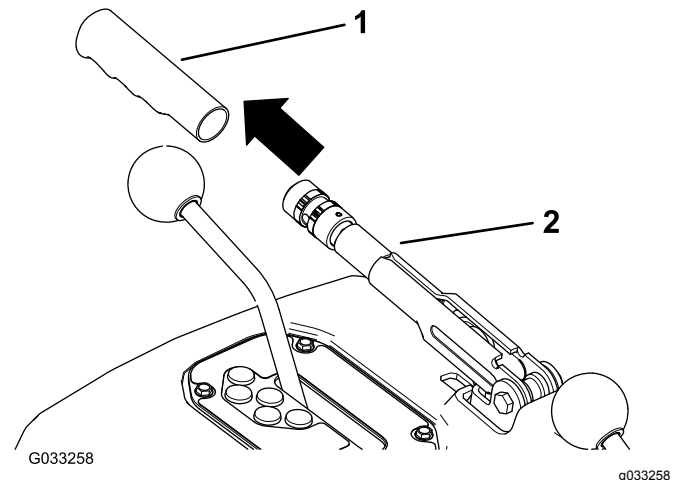

Figura 77
1. Retire a pega de borracha da alavanca do travão de estacionamento (Figura 77).
5. Coloque a pega de borracha na alavanca do travão de estacionamento (Figura 77).